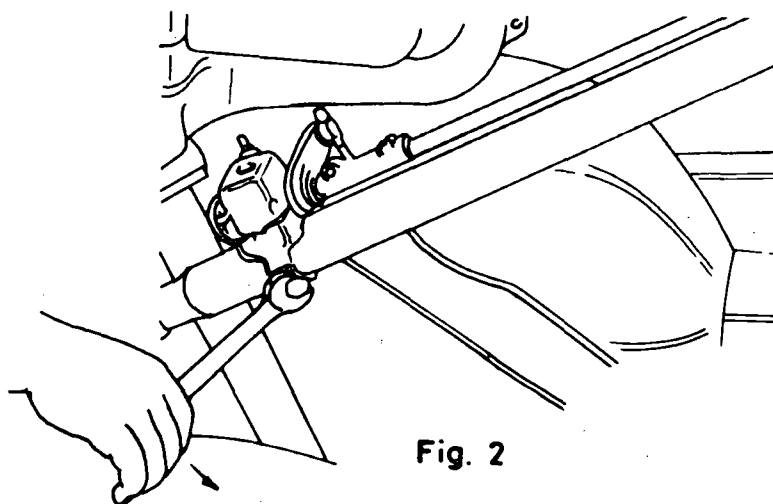

Fig. 2
- c Retire os parafusos da braçadeira da caixa seletora de mudanças (fig. 2).